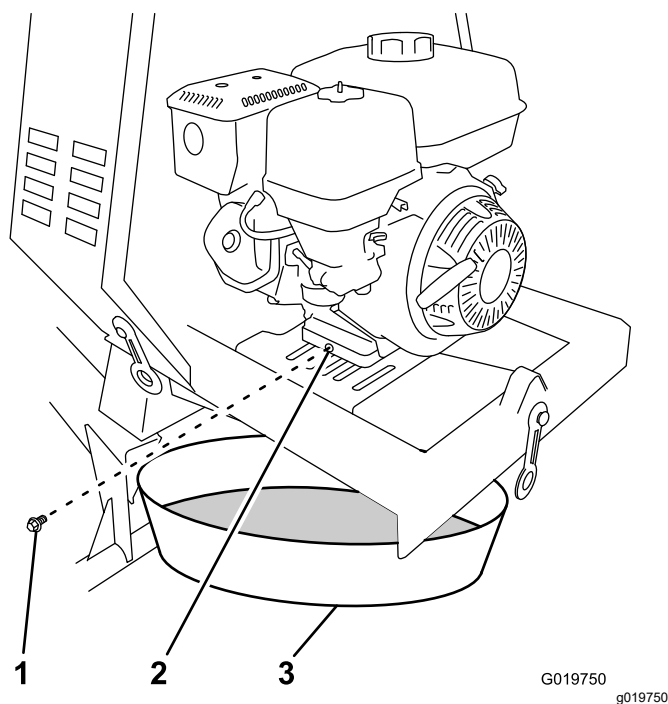

Figure 42
- Placez un bac de vidange sous l'orifice de vidange d'huile du moteur (Figure 42).
- Retirez le bouchon de vidange et laissez l'huile s'écouler dans le bac de vidange (Figure 42).
- Lorsque la vidange d'huile est terminée, remettez le bouchon de vidange en place avec une rondelle neuve (Figure 42).